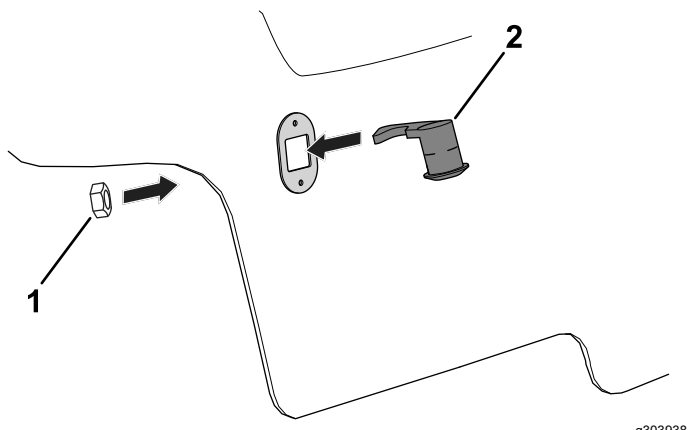

Figura 5
7. Introduzca la cerradura en el capó (Figura 5).
8. Utilice la contratuerca que retiró anteriormente (Figura 5) para fijar la cerradura al capó.